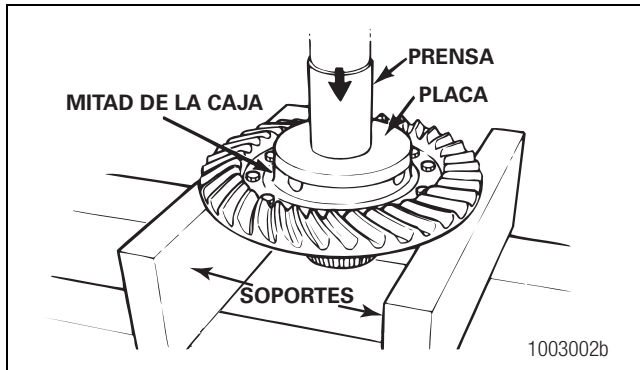

Figura 3.20
7. Usando una prensa, separe la mitad de la caja y la corona. Apoye el conjunto con bloques de metal o de madera, por debajo de la corona. Prese la mitad de la caja a través del engranaje. Figura 3.20.